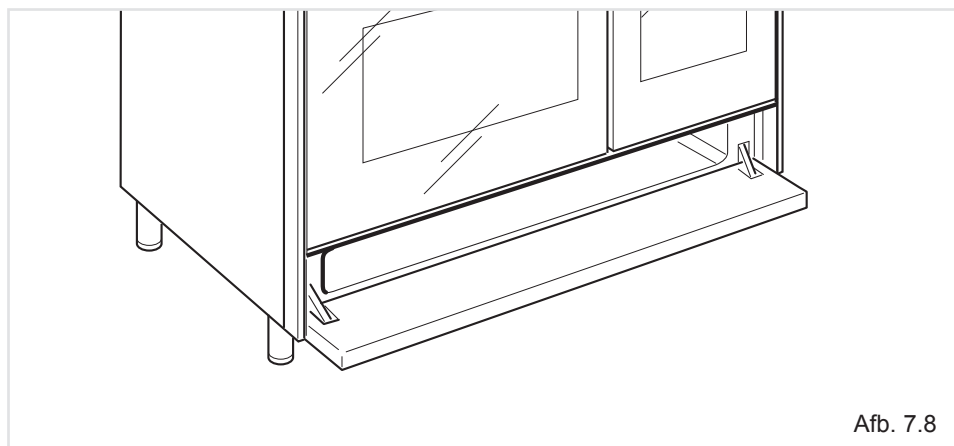

Afb. 7.7
- het vetfilter moet aan de achterkant van de ovenruimte worden vastgehaakt, zoals aangegeven in afbeelding 7.7.